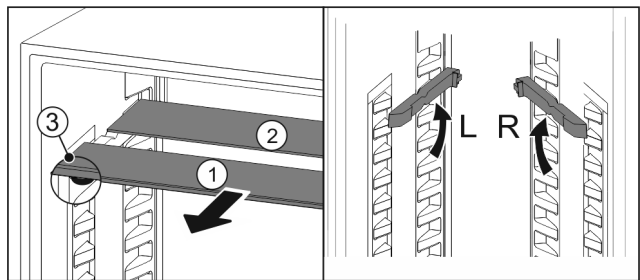

Fig. 81
- Издърпайте Fig. 81 (1) поотделно стъклените плочи напред.
- ▷ Стъклената плоча Fig. 81 (1) с декоративната лайстна е отпред.
- ▷ Ограничителите Fig. 81 (3) сочат надолу. Уреди с фризерно отделение:*